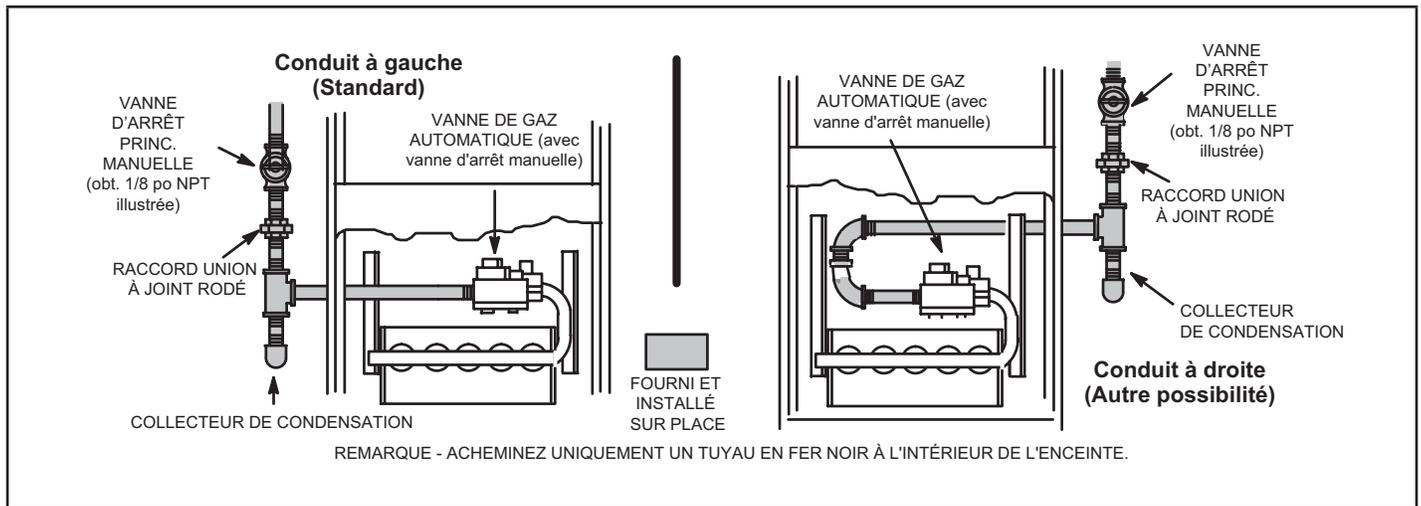

FIGURE 51
- 1 - La canalisation de gaz peut pénétrer dans l'unité par le côté droit ou le côté gauche. La canalisation d'alimentation entre dans la vanne de gaz par le côté de la vanne, comme illustré à la FIGURE 51. Connecté la canalisation de gaz sur la vanne. La canalisation de gaz doit être serrée à un couple minimum de 350 lb-po et un maximum de 800 lb-po sur la vanne de gaz.
- 3 - La canalisation de gaz ne doit pas traverser les conduits d'air, les chutes à linge sale, les cheminées ou conduits d'évacuation des gaz, les monte-plats ou les cages d'ascenseur. Centrez la canalisation de gaz dans l'ouverture. La canalisation de gaz ne doit pas toucher le côté de l'unité. Reportez-vous à la FIGURE 51.